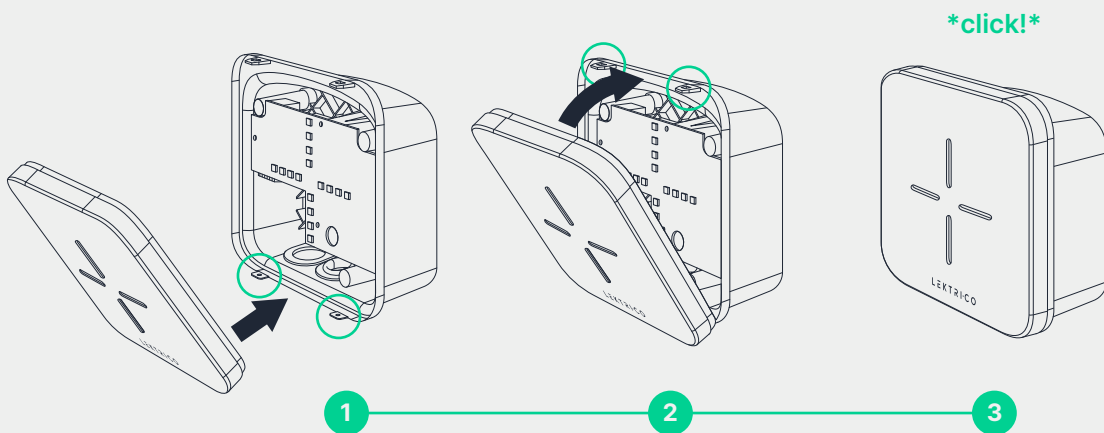

Fig. 10 - Instalación de la cubierta frontal
19. Instale la cubierta frontal empujándola suavemente en su lugar, primero en los 2 clips de retención inferiores y luego en los 2 clips de retención superiores. **(Fig. 10)**